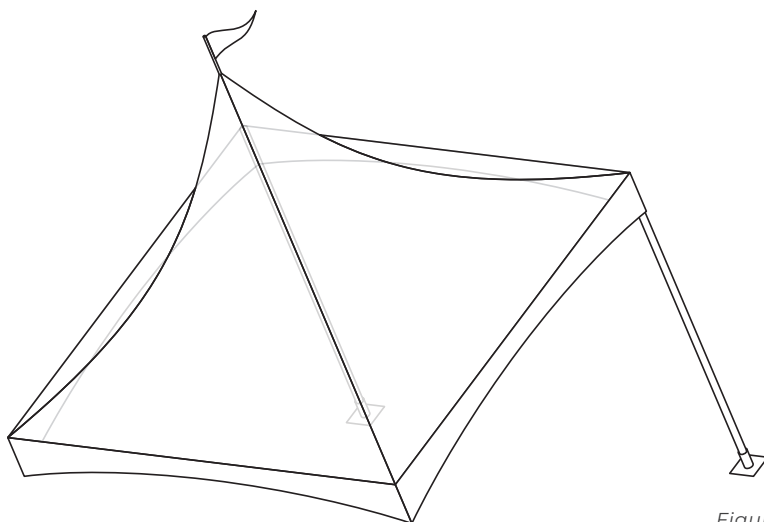

Figure 7a
8. Insérez deux piquets dans les connecteurs d'angle, du même côté, de manière à ce que la structure du toit repose de biais au sol (cf. la figure 7a). Veillez à soulever la structure en même temps aux deux angles pour éviter qu'elle ne se déforme. Veillez à ce que la section élargie de la rainure keder se trouve en haut des piquets verticaux et que les rainures soient disposées suivant un angle de 45° structure du toit.